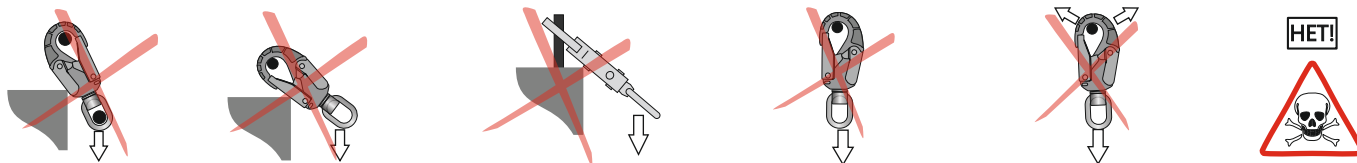

Рис. 11. Ограничения по использованию средства защиты втягивающего типа
- Необходимо исключить маятниковое воздействие (рис. 11).